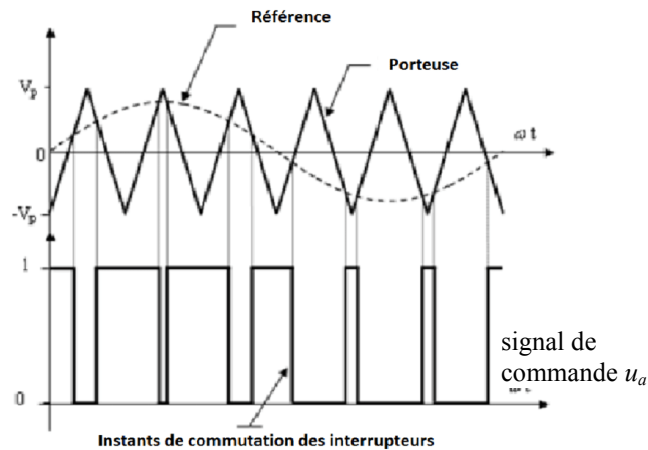

**Figure 12.** Principe de la MLI triangulo-sinusoidale
**Commande en MLI (modulation de largeurs d'impulsion) triangulo-sinusoidale:** Le principe de la MLI triangulo-sinusoidale consiste à comparer une référence sinusoïdale (modulatrice) à une porteuse triangulaire de haute fréquence (Figure 12).